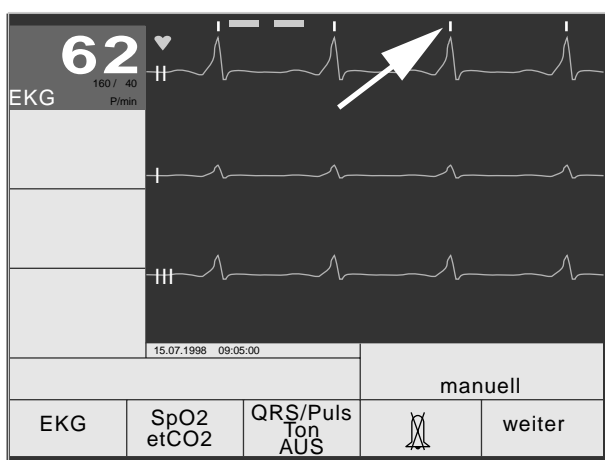

Bild 4-19. Synchronisiermarke über QRS-Komplex
- über jedem QRS-Komplex eine Synchronisiermarke erscheint (Bild 4-19) und